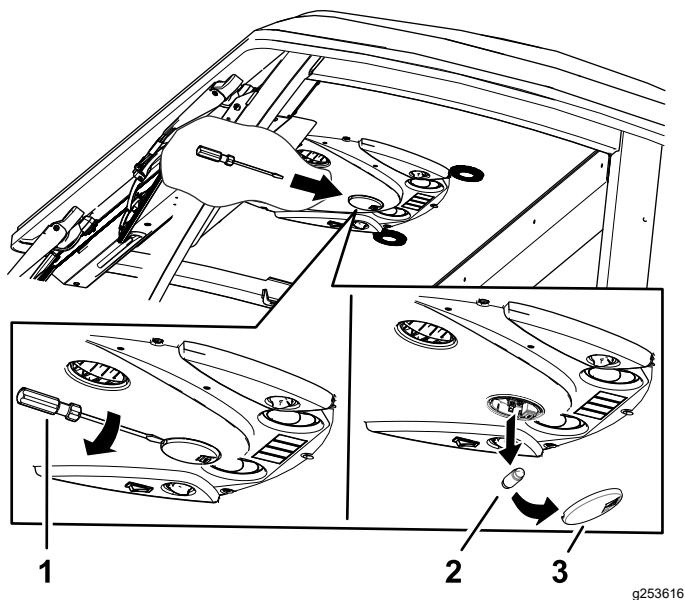

Figura 80
1. Rimuovete il vetro della luce dal quadro di comando con un cacciavite (**Figura 80**).
2. Rimuovete la lampadina dalla base della luce (**Figura 80**).